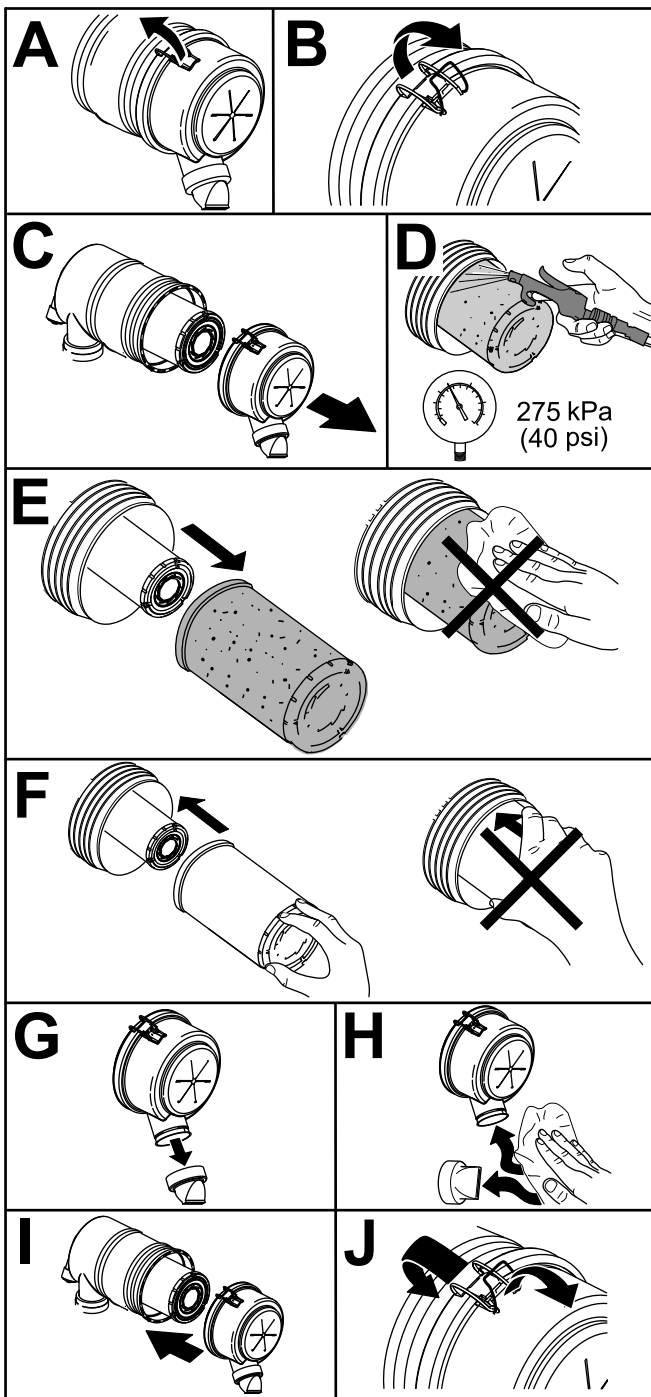

Figura 51
1. Sostituite l'elemento filtrante del filtro dell'aria (Figura 51).